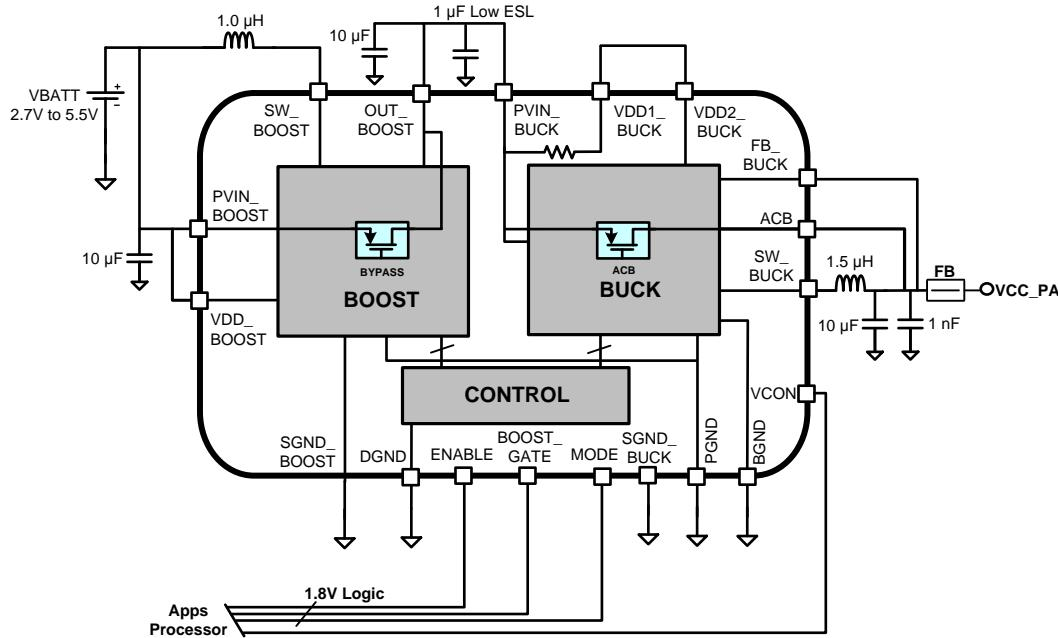

图 27. 典型应用：升压-降压
LM3248 架构包含一个升压直流/直流开关转换器，以及之后的降压直流/直流开关转换器。这个级联升压-降压架构使得此器件能够支持高于或低于输入电池电压的输出电压，与此同时又提供出色的输出瞬态和噪声性能。有关详细信息，请参阅图 27。除了支持更高功率的 2G 功能外，LM3248 最大限度地减少了用户终端 (UE) 发射配电环境中 3G/4G/LTE 高级流耗。